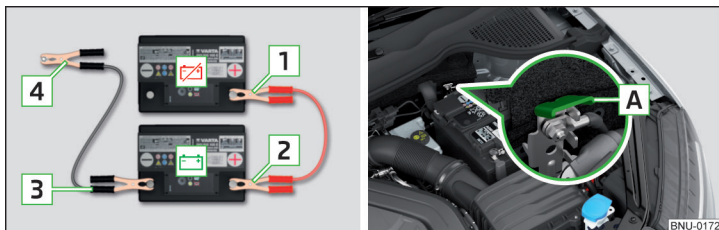

Abb. 326 Starthilfe: ☒ - entladene Batterie, ☑ - stromgebende Batterie / Massepunkt des Motors beim START-STOPP-System
- Bei Fahrzeugen **mit** dem START-STOPP-System die Klemme **4** am Massepunkt des Motors **A** befestigen » **Abb. 326**.